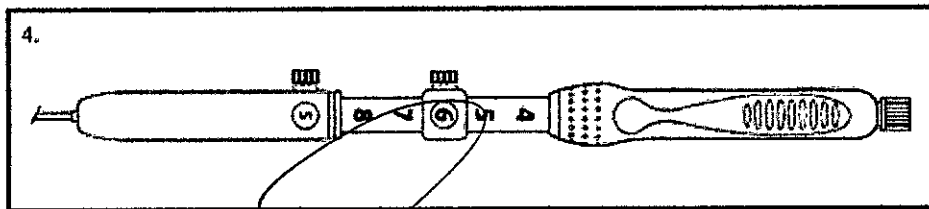

Figura 4
4. Con el ecoendoscopio y el dispositivo rectos, ajuste la aguja a la longitud deseada aflojando el tornillo de mano del anillo de seguridad y haciéndolo avanzar hasta que la marca de referencia deseada del avance de la aguja aparezca en la ventana del anillo de seguridad. (Vea figura 4). Apriete el tornillo de mano para asegurar el anillo de seguridad en posición.